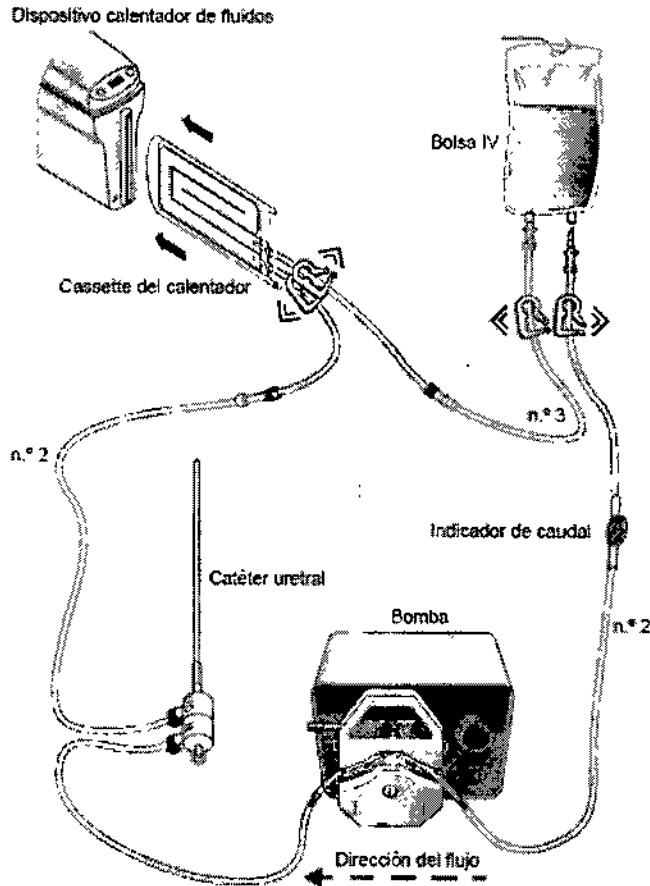

Fig 18. Urethral Warming Set, conexiones de tubos
16. ABRA cuidadosamente todas las pinzas del Tubo n.º 1 y el Tubo n.º 3 y las pinzas de los segmentos del tubo cercanos al Cassete del calentador. Consulte la ilustración de la Fig. 18.